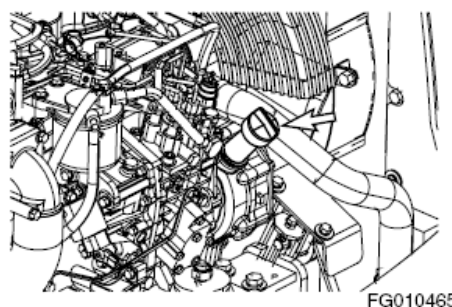

Figura 75
4. Rellene el motor con el aceite correspondiente a través de la boca de llenado(Figura 75). Consulte la tabla de lubricación de este manual para conocer el aceite recomendado según el tipo de operación a efectuar.